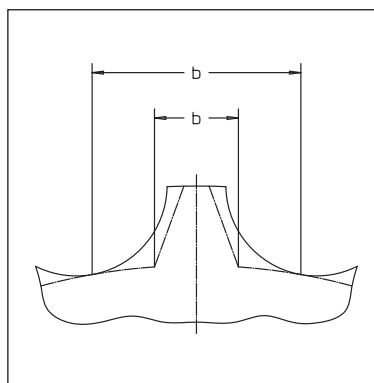

Fig. 7
*Um comparativo entre a força de flexão no pé do dente que ocorre em engrenagens de perfil evolvente e circular resultam em um valor significativamente menor nas engrenagens de dentes de perfil circular. (Fig. 7)*